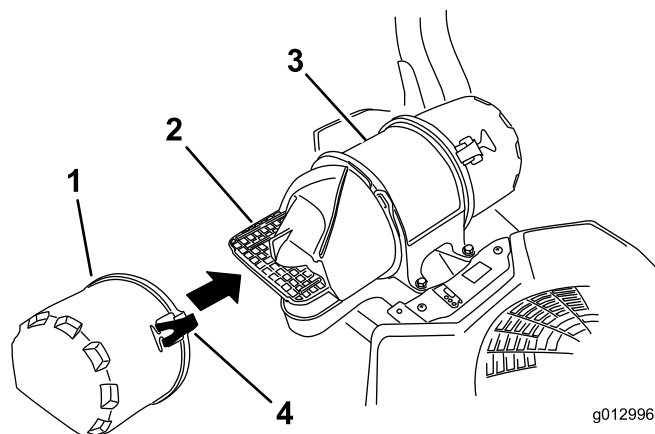

Figura 47
3. Abra los cierres del limpiador de aire y tire de la tapa de la entrada de aire para separarla de la carcasa del limpiador de aire (Figura 47).
5. Instale la tapa de la entrada de aire y sujétela con los enganches (Figura 47).